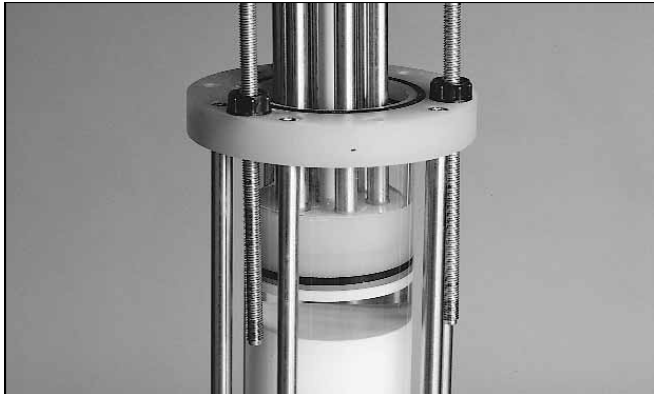

图 9. 小心将进样分配器置于柱中
(9) 当柱床最终形成后，关闭泵，并关闭层析柱出口。
(10) 装填中，如需要使用储槽/罐时，应保证柱床形成于层析柱的低端部分。使用吸液管或泵，利用虹吸原理将储槽/罐中的悬浮液吸除。最后，移走上层的储槽/罐以及配套的密封圈。
(11) 小心将进样分配器置于柱中，离柱床约 2~3cm，同时避免将空气带入层析柱中。(参照图 9)